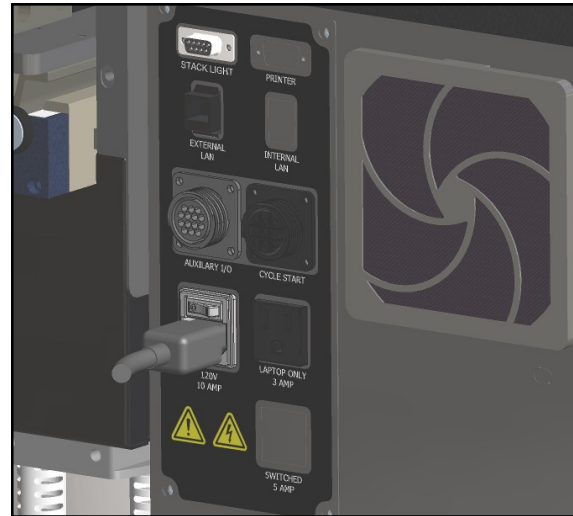

图 2-1A。电气连接。*
4. 将提供的电源线的母头插入机器背面，如图 2-1A。
Sharp MAXTM 上有一个过滤器/调节器，配备带 1/4 英寸公头的额定流量 NPT 空气快速断开插头（图 2-1A）。机器需要以 5 SCFM 的流量供应 100 PSI（调压至 80 PSI）的无润滑清洁干燥空气。使用 MIL-C-4109E 或等效断开联轴器将供气管线连接到机器上。